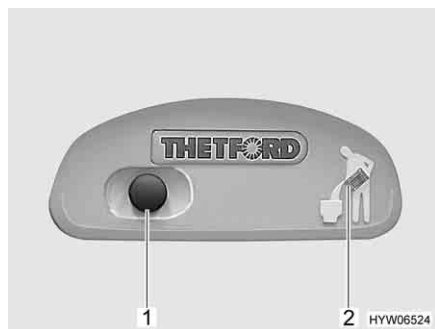
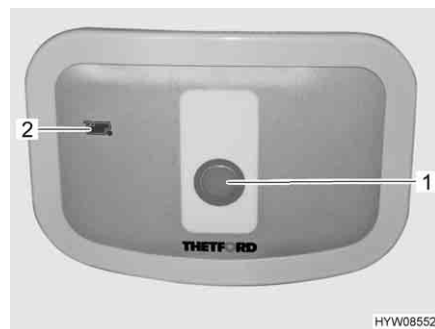

Fig. 257 Pulsante dello sciacquone/spia di controllo toilette Thetford
Fig. 258 Pulsante dello sciacquone/spia di controllo toilette Thetford (alternativa)
- Per sciacquare premere il pulsante blu (Fig. 257,1 o Fig. 258,1).
La spia di controllo (Fig. 257,2 o Fig. 258,2) è accesa quando il serbatoio fecale deve essere svuotato.